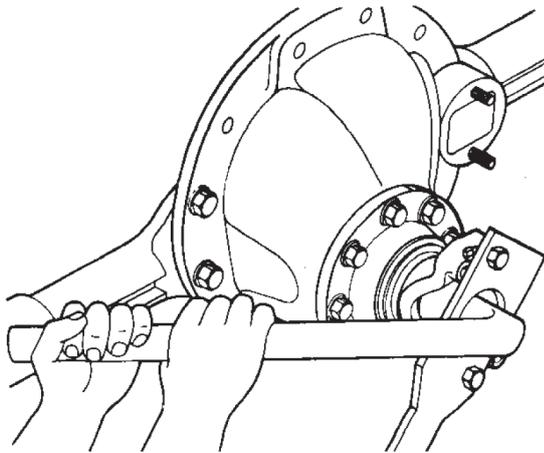

Figura 32
- Imobilize o garfo/flange da junta universal com uma ferramenta adequada e solte a porca do pinhão (Figura 32).